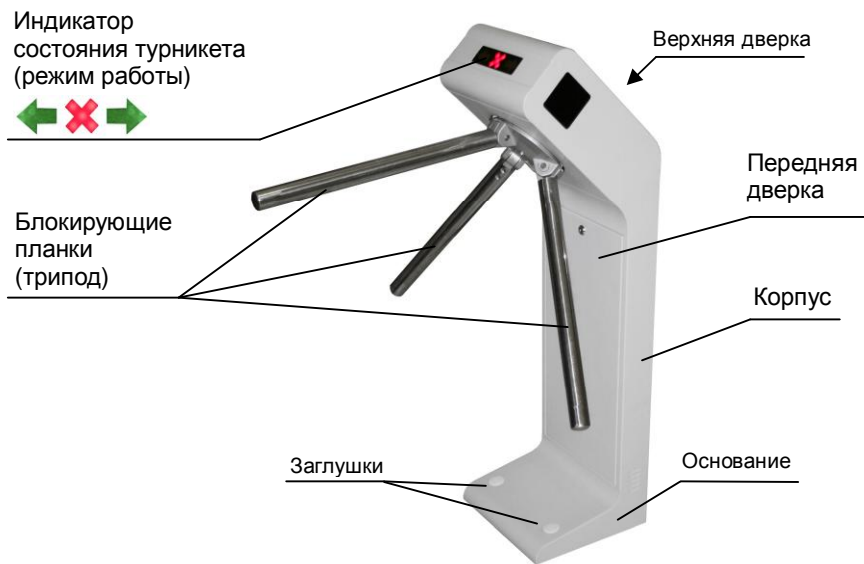

Рис.1 Общий вид турникета
- на индикаторе состояния (рис.1) появится красный крест, необходимо поднять блокирующую планку (должна зафиксироваться в поднятом состоянии) – турникет находится в режиме «Ожидания»;